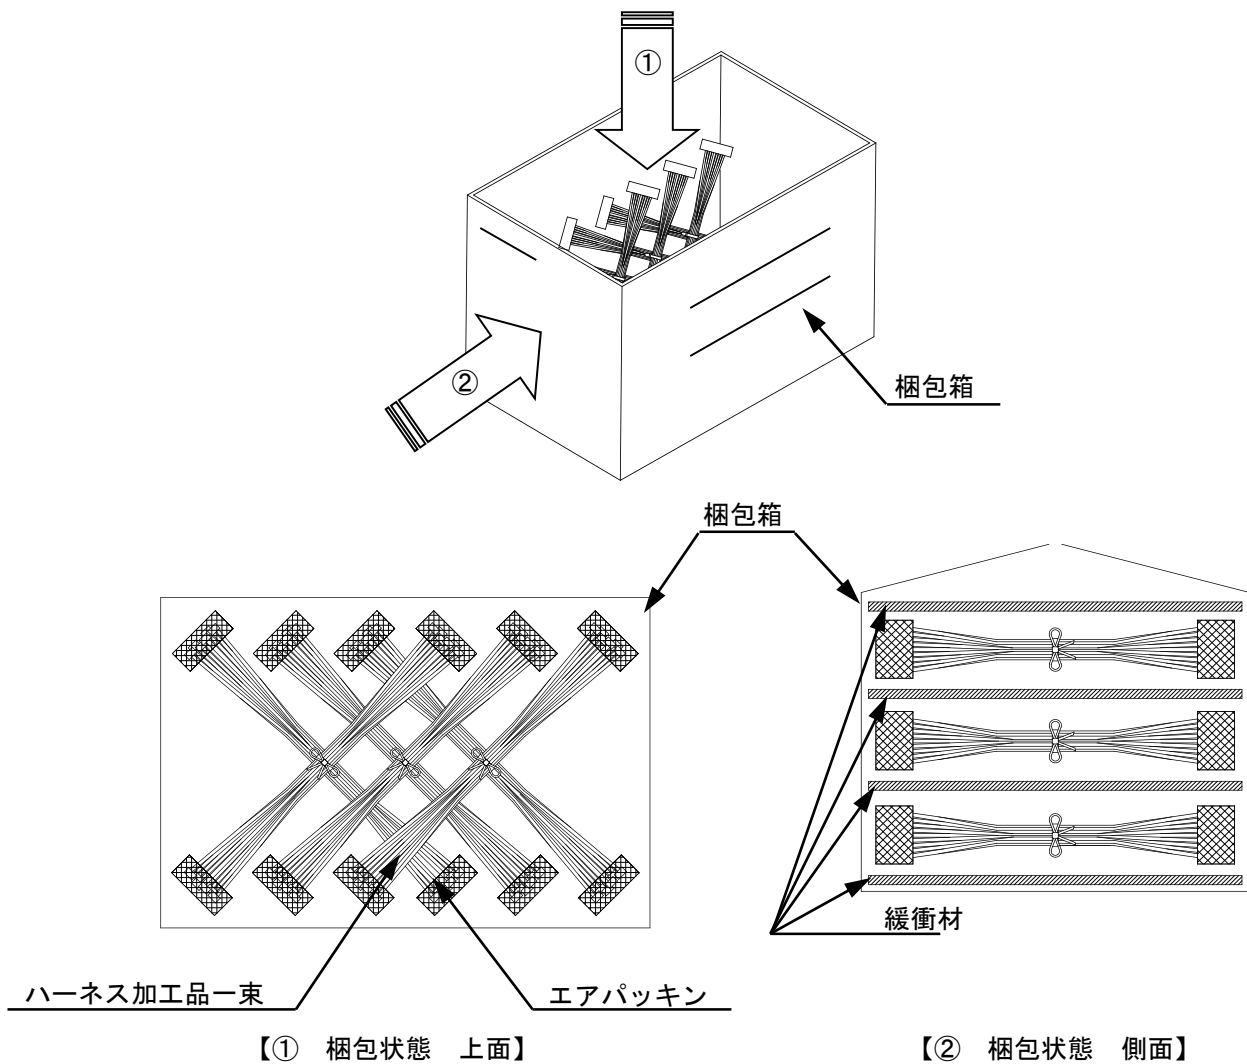

Fig.8-2 梱包状態図
- ② 梱包箱に束ねたハーネス加工品を入れる。尚、下図 (Fig. 8-2) は推奨参考例ですが、ハーネス長が長いなどの理由で他の梱包方式で御使用される場合にも段積みによる荷重等の負荷がコネクタに長時間加わらない様御配慮をお願い致します。
※ハーネス加工品の束を梱包箱に入れる際、積み重ねによる荷重等の負荷がコネクタに長時間加わらない様に、箱に合わせた形で製品を交互（十字型）に重ね合わせてください。(Fig.8-2 ①)
※梱包箱底面には、緩衝材等を敷いてください。また、段積みによる荷重等の負荷がコネクタに長時間加わらない様に、緩衝材を敷く等の御配慮をお願い致します。(Fig.8-2 ②)